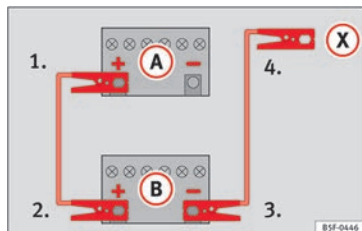

Fig. 164 Esquema de conexión para vehículos sin sistema Start-Stop.
» » » fig. 164.
3. Emborne el otro extremo del cable *rojo* de emergencia al polo positivo (+) del vehículo que suministra la corriente (B).
4. **En los vehículos sin sistema Start-Stop:** emborne un extremo del cable *negro* de emergencia al polo negativo (-) del vehículo que suministra la corriente (B) » » » fig. 164.